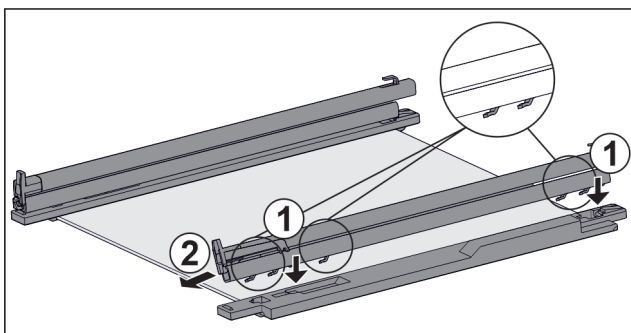

Fig. 114 Стекла́нная пластина с направляющими и крепежными элементами
- ▶ Поместите крючки направляющей в отверстия **левого** крепежного элемента. Fig. 114 (1)
- ▶ Потяните направляющую вперед. Fig. 114 (2)
- ▶ Поместите крючки направляющей в отверстия **правого** крепежного элемента. Fig. 114 (1)